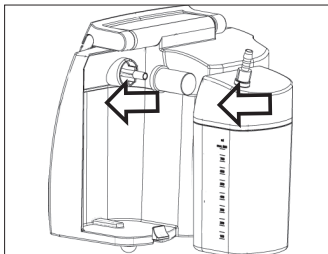

Bild 8.
- Zum Entfernen den Sekretbehälter waagrecht nach außen ziehen bzw. zum Einsetzen waagrecht auf den Bakterienfilter schieben (Seite 9, Bild 8).